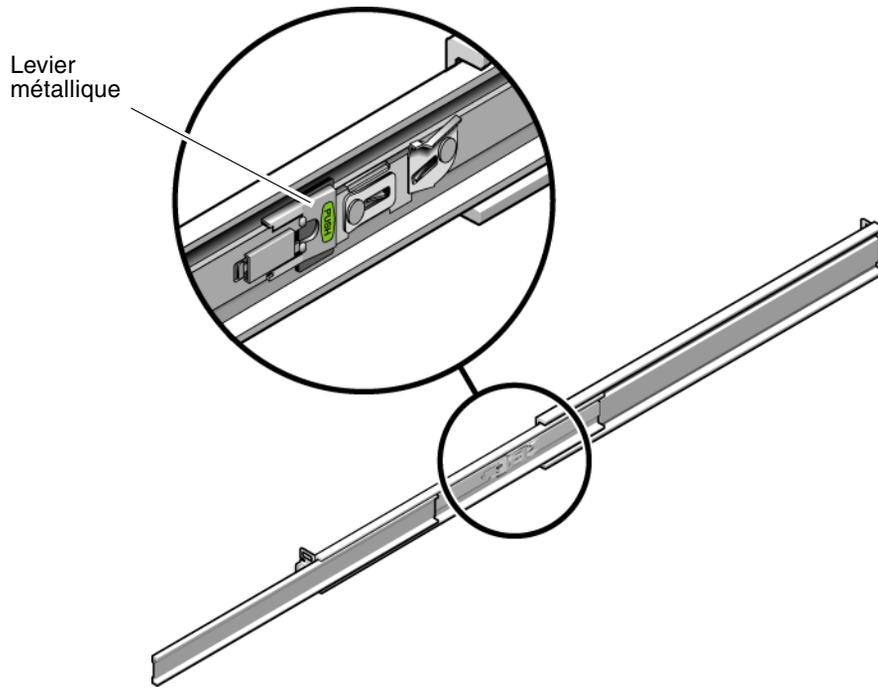

FIGURE 2-3 Déverrouillage de la partie centrale du rail coulissant
- d. Appuyez sur le levier métallique (marqué Push) sur la partie centrale (FIGURE 2-3) du rail coulissant puis repoussez cette partie centrale dans le rack.